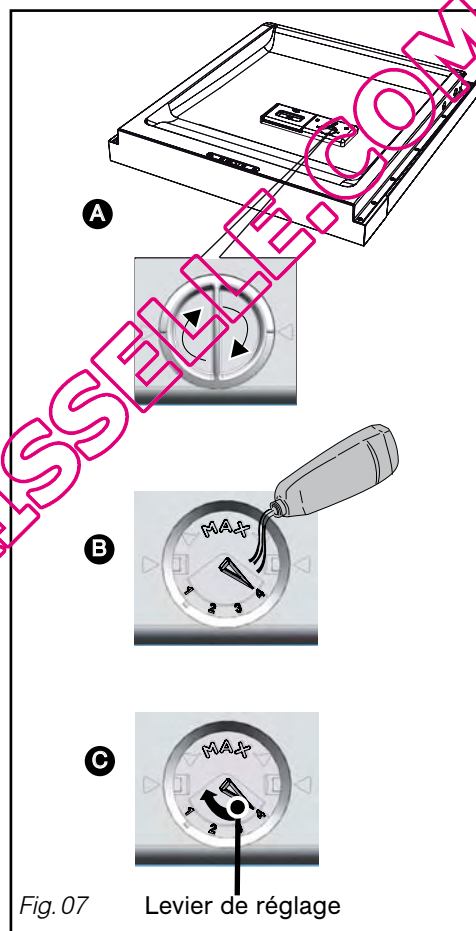

Fig. 07
• **Le chargement du produit de rinçage. (Fig. 07)**
Après quelques cycles et en cas de mauvais séchage ou de traces, nous vous conseillons d'augmenter le réglage en tournant le levier (fig 07 **C**) sur la position 2, 3 ou 4.